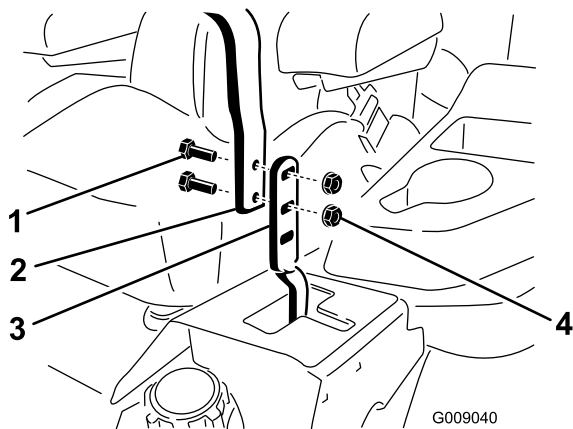

Figura 76
3. Allentate i bulloni e i dadi delle flange montati sulle leve (Figura 76).
4. Allineate le leve latitudinalmente portandole assieme in FOLLE, fatele scorrere finché non sono allineate e serrate i bulloni (Figura 76).